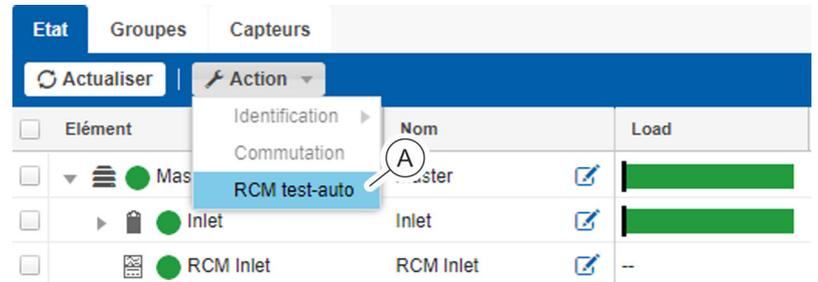

Fig. 106 : Menu « État »
2. ➤ Sélectionner l'auto-test RCM en appuyant sur « Action ➔ RCM test-auto » (Fig. 106 /A).